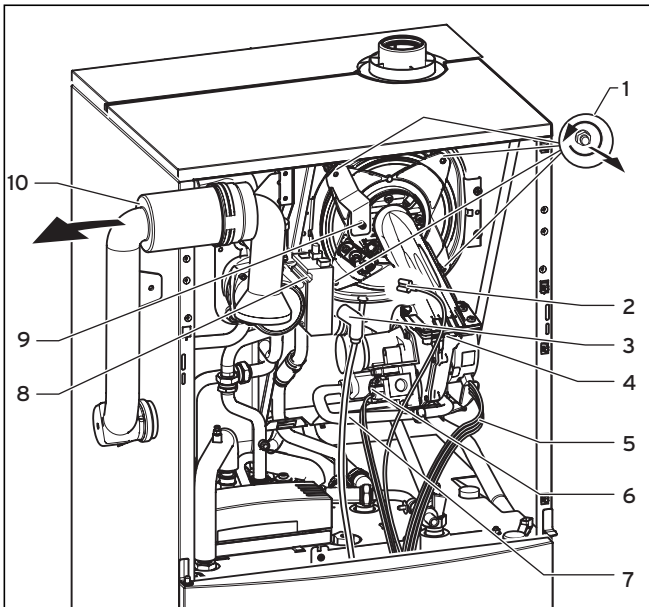

Abb. 8.2 Brennermodul ausbauen
**Legende (Abb. 8.2):**
- Trennen Sie die Gaszuleitung (7).
- Entfernen Sie die vier Muttern (1, Abb. 8.2).
- Ziehen Sie das Brennermodul (4) vom Integral-Kondensations-Wärmetauscher (8) ab, siehe Abb. 8.2.
Die Brennerürdichtung (1, Abb. 8.2) und die selbstsichernden Muttern am Brennermodul (Art.-Nr.: 0020025929) müssen nach jedem Ausbauen des Moduls (z. B. während der Wartung) ersetzt werden.